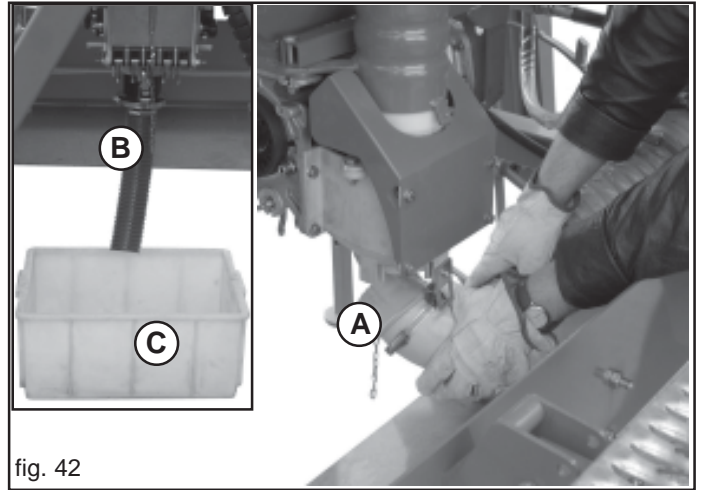

fig. 42
- 2) Den Bogen unter dem Einspritzerkanal entfernen (A, Abb. 42), durch Loosen des Schnellverschlusses ab.
- 3) Das beige gestellte Sammelrohr (B, Abb. 42) in der gleichen Position anbringen, mit dem Schnellverschluss, am anderen Rohrende einen Sammelbehälter aufstellen (C, Abb. 42).